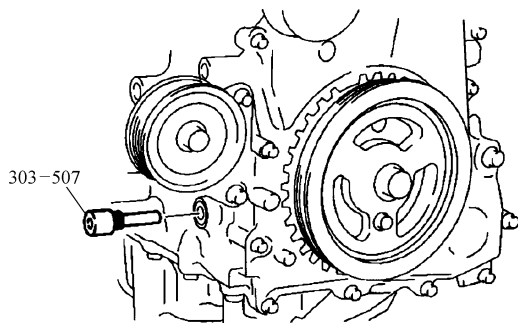

图 25-32 拆卸盲塞并安装专用工具
- 2) 如图 25-32 所示，从气缸体底部拆卸气缸体底部盲塞并安装专用工具。